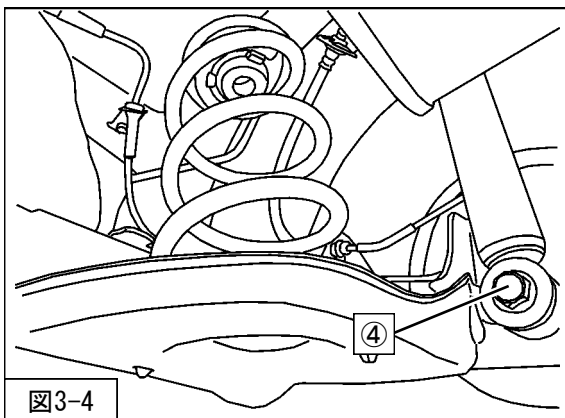

図3-4
5. ④リアショックアブソーバASSYロア取付ボルトを取外してください。(図3-4)
7. アクスルビームを支えているジャッキをゆっくり下げながら、スプリング・アッパーラバーシートを車両から取外してください。(図3-4)